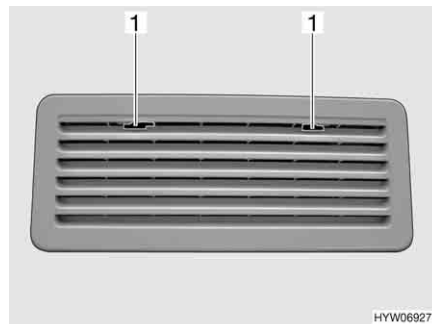

Bild 131 Kühlschrank-Lüftungsgitter (Thetford)
- Arretierung (Bild 131,1) zur Mitte schieben.